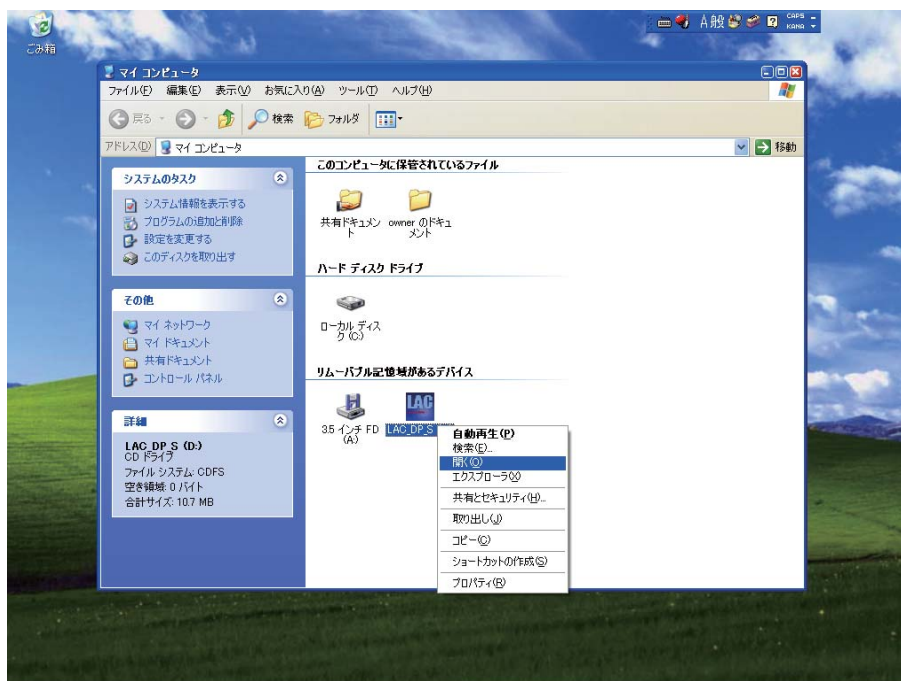

図4-4-2
- 3 マウス右ボタンをクリックすると、以下のようなメニューが表示されます(図4-4-2)。この中の「開く」をマウス左ボタンで選択してください。